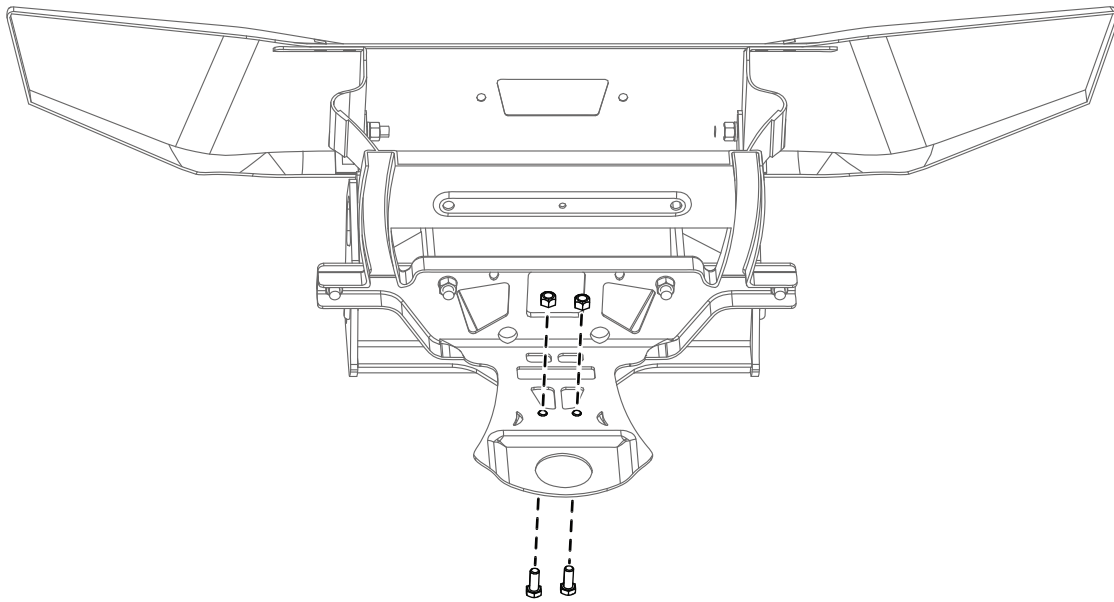

Bild 3
5. Befestigen Sie den unteren Teil des Unterfahrtschutz mit zwei Schrauben (M10 x 1½") und zwei Sicherungsmuttern handfest am Fahrzeugrahmen (Bild 3).